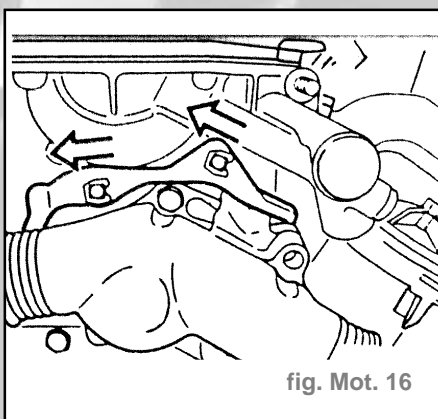

fig. Mot. 16
- Déposer la gaine de câble (fig. Mot. 16).